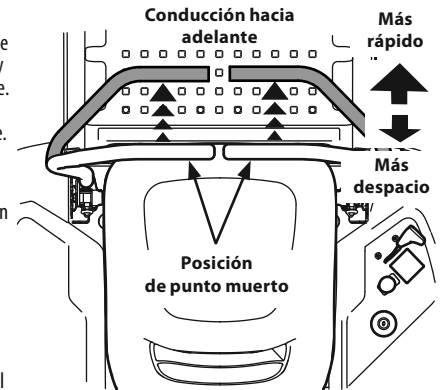

Figura 19
1. Mueva las palancas de control de la transmisión de barras de seguridad lenta y suavemente hacia adelante. El tractor comenzará a desplazarse hacia adelante. Consulte la Figura 19.